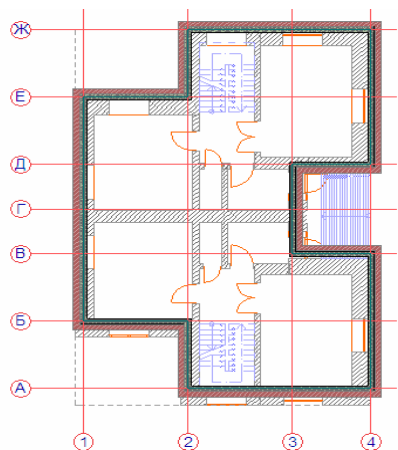

Рис. 34
3. Используя инструмент **Волшебная палочка** (клавишу [Пробел]), подведите курсор к контуру созданной ломаной линии и выполните щелчок мышью. На плане этажа появится замкнутый контур стены. На рис. 34, 35 показаны план стены и ее 3D-вид.